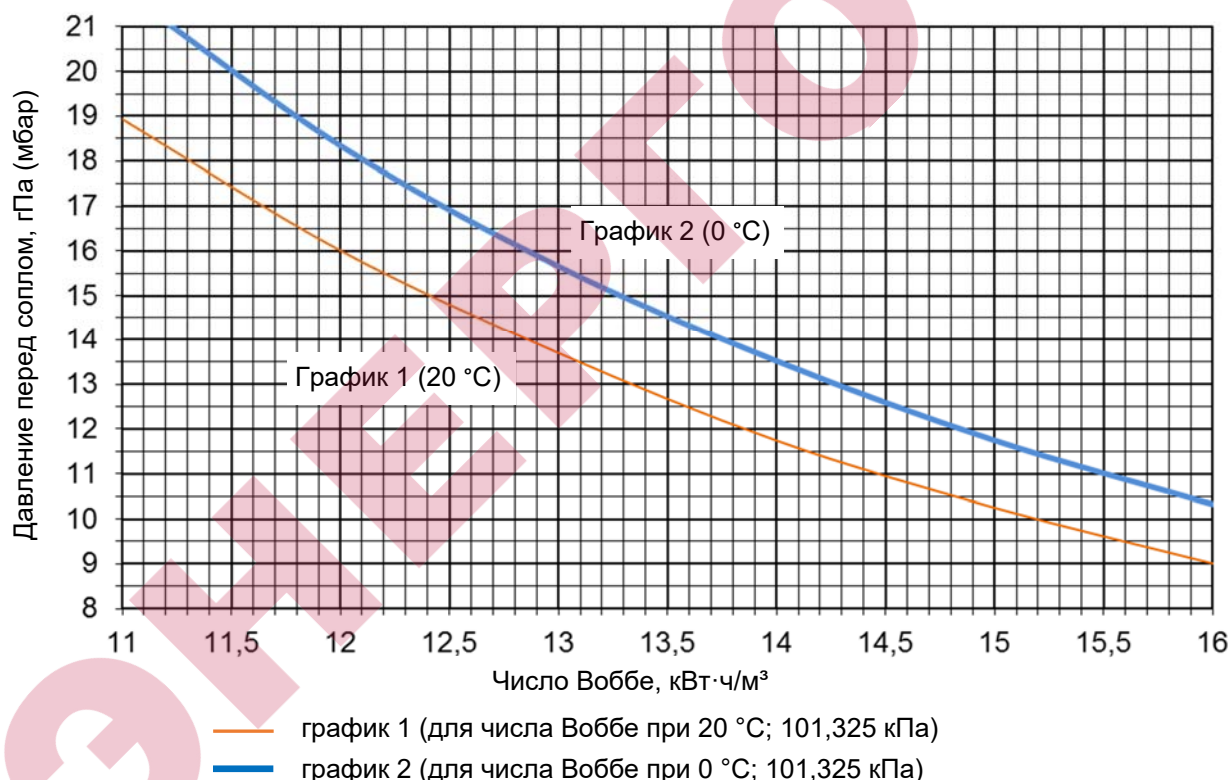

Рисунок 4.2.2 Определение давления газа перед соплом
**\* Для достижения номинальной тепловой мощности излучателя необходимо давление газа на входе в сопло установить согласно графику (рис. 4.2.2), в зависимости от числа Воббе используемого природного газа (информацию о числе Воббе необходимо получить у местной газораспределительной организации).**